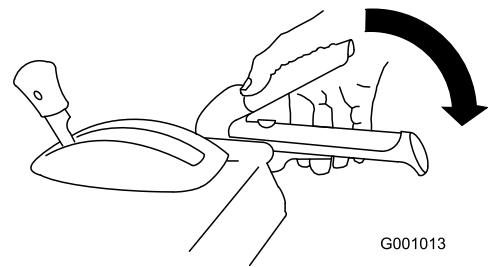

Figure 40
2. Engagez le levier de la vis sans fin/turbine et maintenez-le en place (Figure 40).